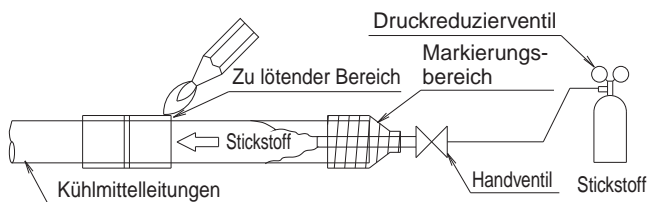

Abb. 9
- Führen Sie vor der Hartlötung der Kühlmittelleitungen zunächst eine Stickstoffspülung aus oder führen Sie die Hartlötarbeit (ACHTUNG 2) aus, während Sie Stickstoff in die Kühlmittelleitungen einspeisen (ACHTUNG 1). Verbinden Sie schließlich das Innengerät mit Hilfe der Bördelverbindungen. (Siehe Abb. 9)